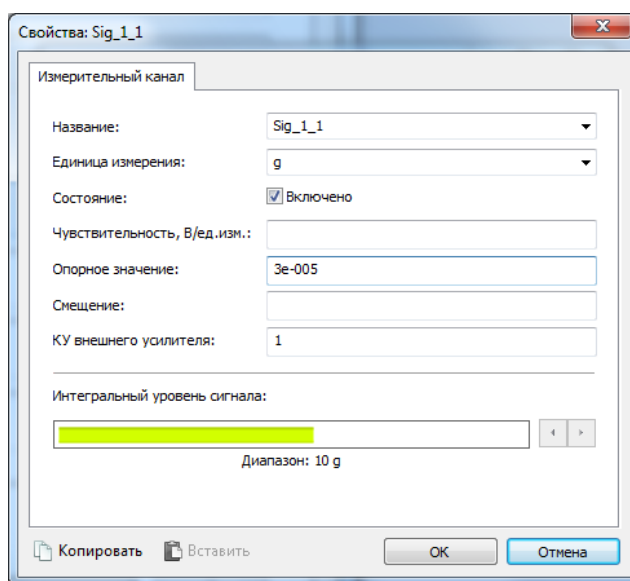

Рисунок 14
- в открывшемся окне «Свойства Sig\_1\_1» (Рисунок 14) в поле «Единица измерения» выбрать единицы измерения «g», в поле «Чувствительность» ввести значение, приведенное для параметра «Номинальная осевая чувствительность» из паспорта на